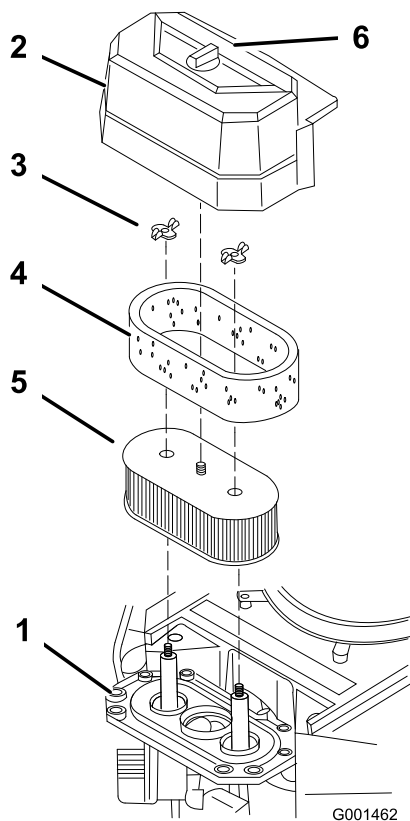

Bild 21
3. Reinigen Sie den Bereich um den Luftfilter herum, um zu verhindern, dass Schmutz in den Motor fällt und Schäden verursacht (Bild 21).
4. Schrauben Sie das Handrad los und entfernen Sie die Luftfilterabdeckung (Bild 21).
5. Nehmen Sie die zwei Flügelmutter und dann den Luftfilter ab (Bild 21).
6. Ziehen Sie den Schaumeinsatz vorsichtig vom Papiereinsatz (Bild 21).
1. Reinigen Sie nicht den Papierfilter. Tauschen Sie ihn nach jeweils 200 Betriebsstunden aus (Bild 21).
1. Schieben Sie den Schaumeinsatz vorsichtig auf den Papierluftfiltereinsatz (Bild 21).
2. Schieben Sie den Luftfilter auf das Luftfilterunterteil und befestigen Sie ihn mit den 2 Flügelmutter (Bild 21).
3. Setzen Sie die Abdeckung des Luftfilters auf und ziehen Sie das Abdeckhandrad fest (Bild 21).